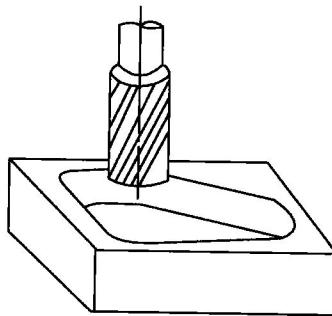

图 1-4 二轴联动加工示意图
① 二轴联动。主要用于数控车床加工曲线旋转面或数控铣床等加工曲线柱面，如图 1-4 所示。